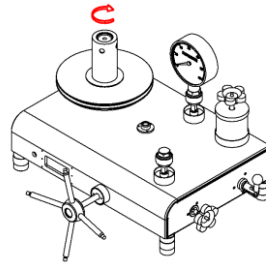

图 12
- ② 挂篮上保留与第一被测量压力值相应重量的砝码，用双手转动活塞，使转速达到（30~60）r/min（如图12）；